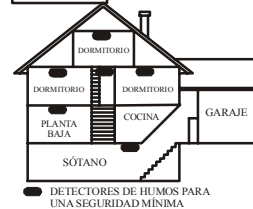

Figura 3: INSTALACIÓN DE LOS DETECTORES DE HUMOS EN RESIDENCIAS DE MÁS DE UNA PLANTA.
- Instale un detector de humos en cada planta de la vivienda, como muestra la Figura 3.